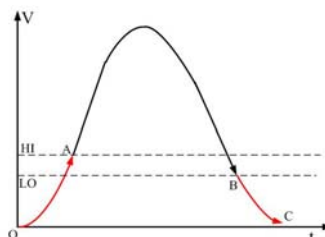

图 1: 电压继电器 1 工作原理
(1) 欠电压 1: 当检测的电压正常时，欠电压 1 输出继电器动作，当检测电压低于欠电压设定值 LO 或失压时，欠电压 1 输出继电器释放。欠电压 1 输出继电器的动作和被测电压变化的关系如图 1 所示：OA、BC 段表示欠电压保护区，输出继电器释放，AB 段输出继电器吸合。